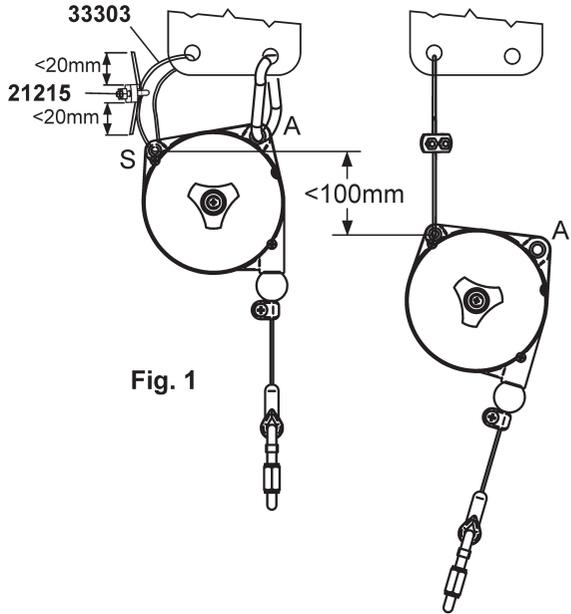

Fig. 1
**Fije siempre la suspensión de seguridad (S) a un soporte adecuadamente dimensionado utilizando exclusivamente los accesorios suministrados (Fig.1). El soporte de seguridad NO DEBE SER el mismo usado para la suspensión principal (A) (Fig.1). La máxima caída en caso de rotura de la suspensión principal no debe superar los 100 mm. Apriete las tuercas de las abrazaderas 2125 (Fig.1) con un par de torsión de 2 Nm.**
El equilibrador debe ser sometido periódicamente a inspección visual (por ejemplo, una vez por cada turno de trabajo), en particular para verificar el estado de las suspensiones (A) y (S) (Fig.1), los tornillos de fijación y los sistemas autoblocantes (si se usan), así como las condiciones de los ganchos y del cable.